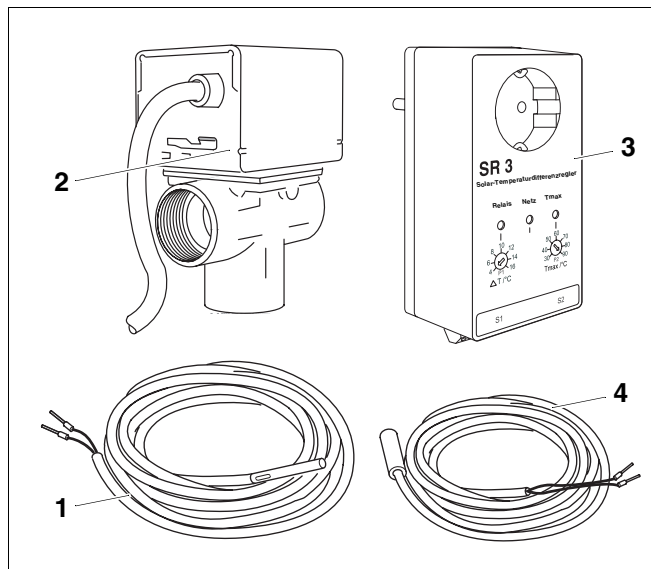
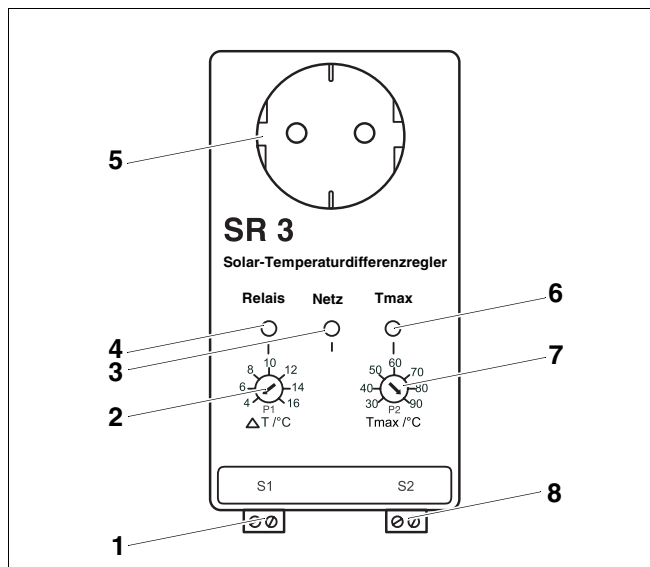

Fig. 1 Componenti della fornitura
Fig. 2 Regolatore differenziale ad innesto SR 3
Componenti del volume di fornitura (fig. 1)
Al raggiungimento della differenza di temperatura di inserimento di 4 Kelvin (fig. 2, **pos. 2**) viene azionata la valvola motorizzata a tre vie (fig. 1, **pos. 2**) – il LED "Relais" ("relè") (fig. 2, **pos. 4**) lampeggia.
Quando la differenza di temperatura si abbassa fino alla metà della differenza di temperatura di inserimento (in questo caso: 2 Kelvin), allora la portata viene convogliata alla caldaia – il LED "Relais" ("relè") (fig. 2, **pos. 4**) non lampeggia.